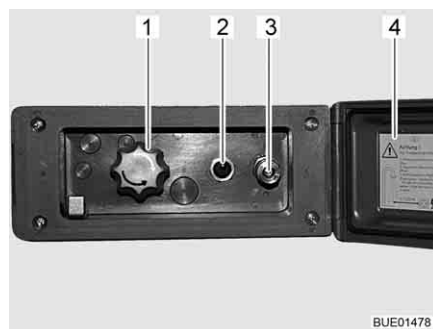

Fig. 95 Branchement de la douche extérieure
- Déverrouiller et ouvrir le couvercle (Fig. 95,4).
- Brancher le flexible de la douche extérieure sur la fermeture rapide (Fig. 95,3).
- Allumer la pompe à eau avec le commutateur (Fig. 95,2).
- Régler la température de l'eau selon ses désirs avec le bouton rotatif (Fig. 95,1).
- Éteindre la pompe à eau avec le commutateur (Fig. 95,2).
- Fermer le couvercle (Fig. 95,4) et verrouiller avec la clé.
- Placer le bouton rotatif (Fig. 95,1) sur la position intermédiaire.